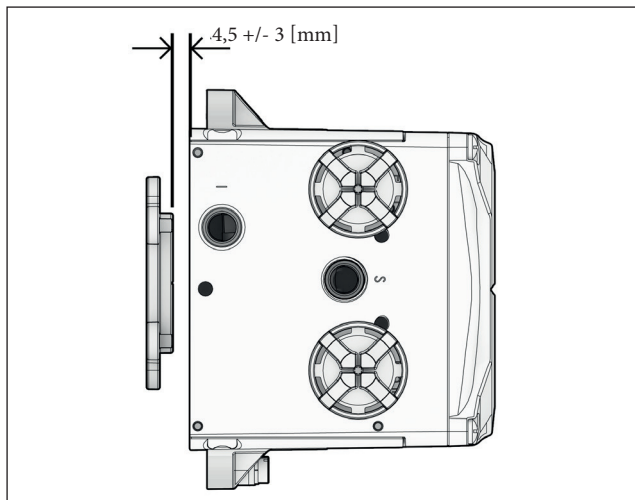

Fig. 24.
3. A distância entre o ímã e a parte inferior do dispositivo deve ser de 4,5 mm com tolerância de +/- 3 mm (1,5 - 7,5 mm). Veja a Fig. 24.